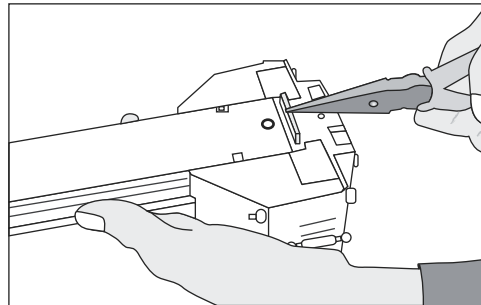

Figure 12
3. Insérez une pince à bec effilé ou un tournevis afin de dégager l'obstruction. (Voir Figure 12)